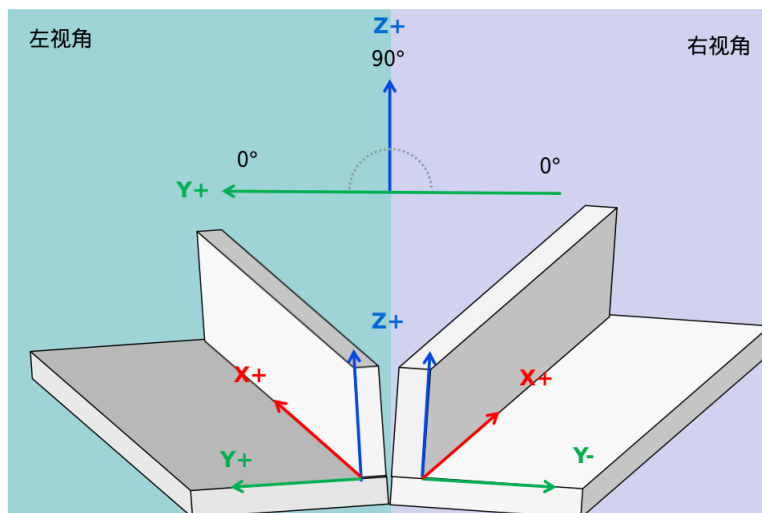

图 4-19: 左右视图示意图
- **视角切换：**用于工作角的起算方向选择。左右视图可参见图 4-19。点击  图标，右侧预览图中的左右视图互换，便于调整角度。